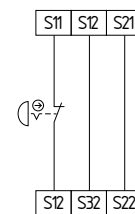

Fig. 9
**Circuito de PARAGEM DE EMERGÊNCIA de canal único com dispositivos de comando conforme EN ISO 13850 e EN 60947-5-5 (Fig. 9)**